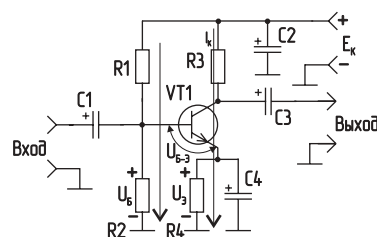

Рис. 46. Принципиальная схема усилительного каскада с ОЭ
«И. Б.»: Возьмем для примера принципиальную схему усиленного каскада с ОЭ (см. рис.46). Описывать схему этого одиночного каскада и его работу будем в следующей последовательности:
1. Каскад, показанный на рис.46, представляет собой транзисторный усилитель напряжения с общим эмиттером (ОЭ).
«И. Б.»: Восьмой (особенности схемы и ее работы) - это самый сложный пункт. В нем иногда заложена изюминка схемы. Схема рис.46, пожалуй, такой изюминки не имеет. Особенностью этой схемы является наличие цепи эмиттерной термостабилизации R4, C4, которая при увеличении температуры должна ограничить увеличение коллекторного тока, а при уменьшении температуры огра-